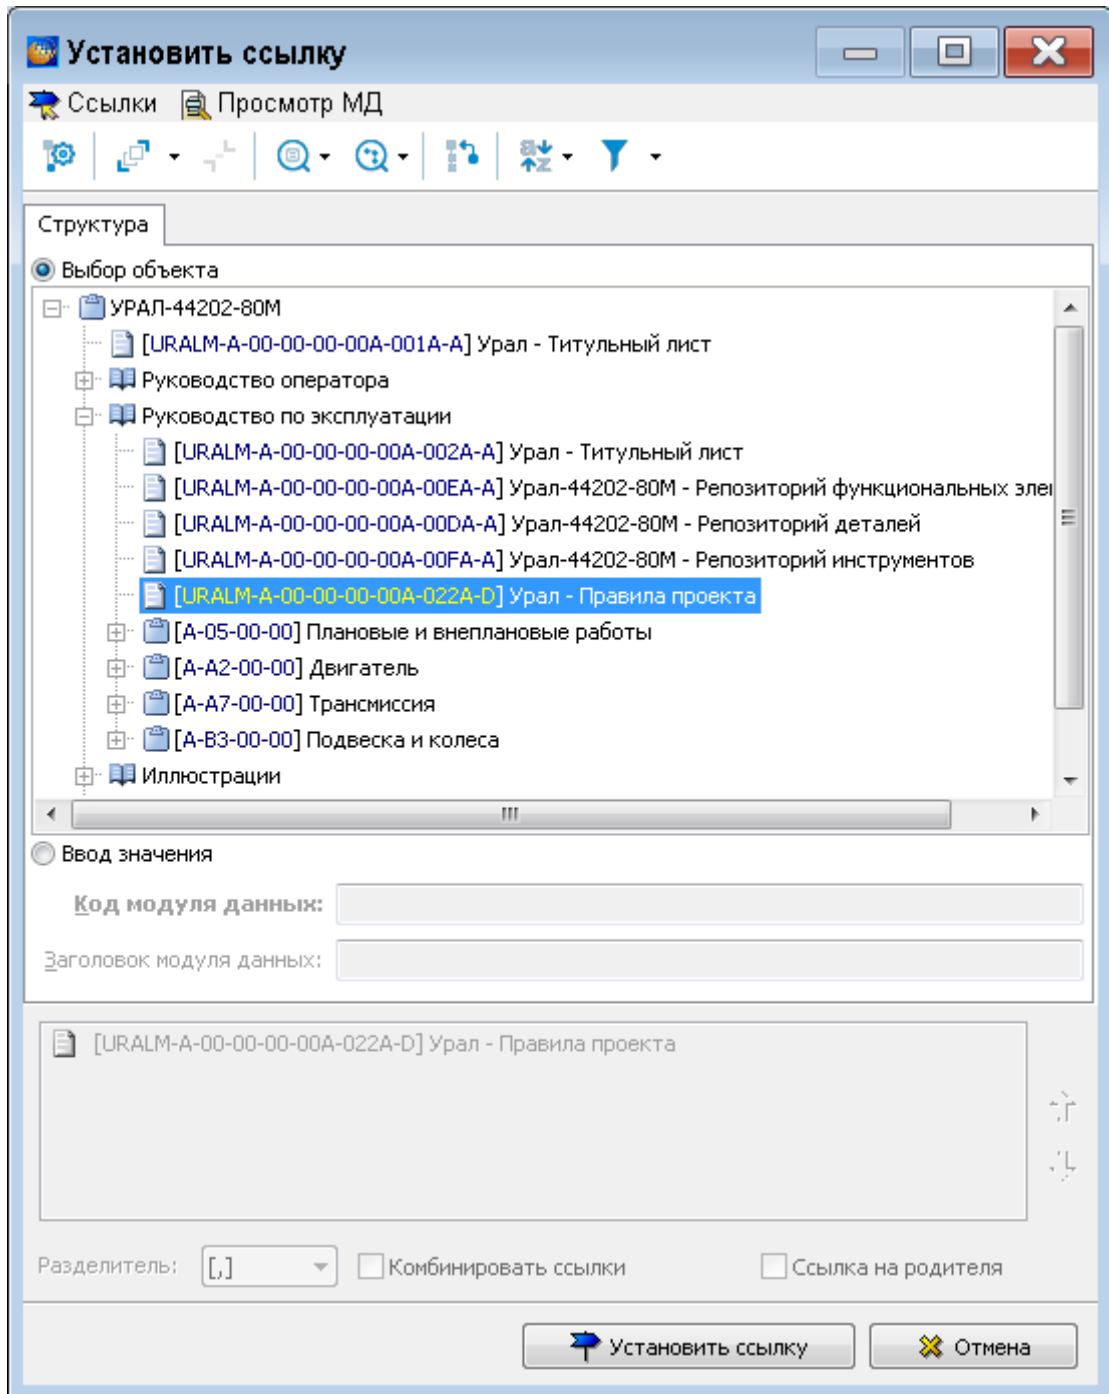

Рисунок 171
- 2) В окне **Установить ссылку** в структуре проекта выберите модуль данных «Правила проекта» для ссылки на него (рисунок 171).